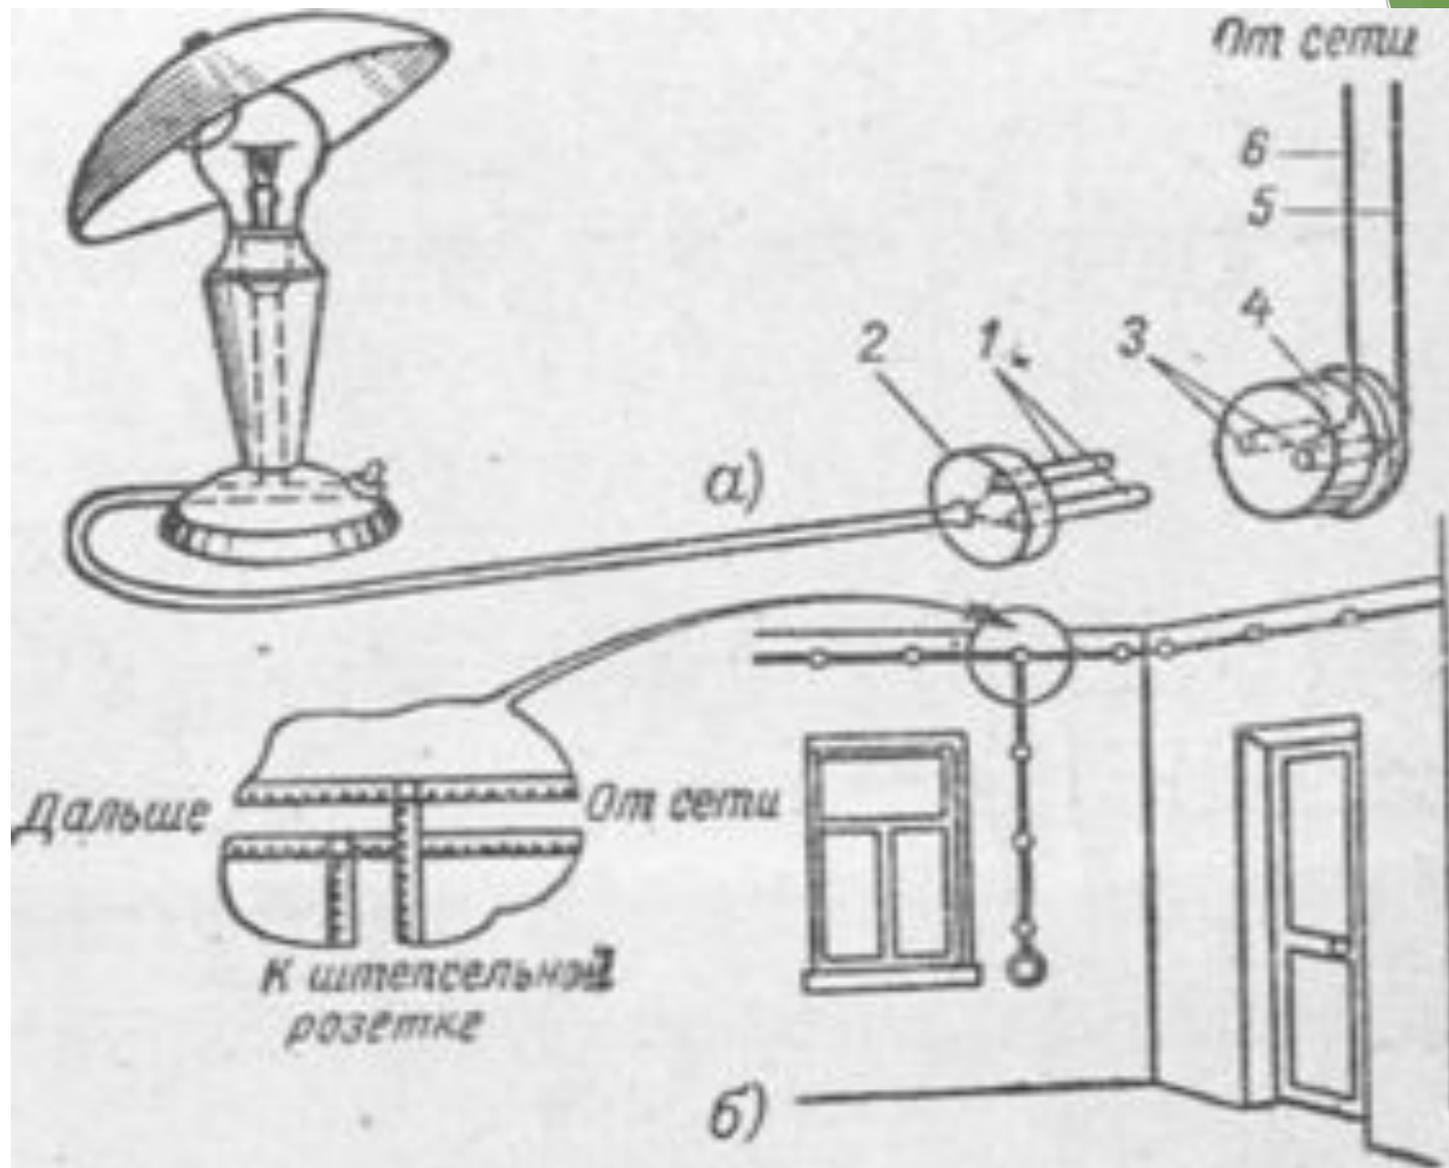

Рис. 2. Штепсельное соединение
- ▶ На рис. 2, д выключатель В введен в провод и делит его на части, которые на рисунке обозначены цифрами 8' и 8'', на рис. е изображена проводка. Ее участок, где провода расходятся на выключатель и лампу, показан в большем масштабе.
- ▶ Выключатель можно ввести в любой участок электрической цепи; его помещают там, где удобно. В настольной лампе на рис. 2, а выключатель находится в ее основании.
- ▶ Штепсельное соединение. Настольные лампы и бытовые приборы присоединяют к сети с помощью штепсельных вилок и штепсельных розеток (рис. 2, а). У вилки к двум металлическим штифтам внутри корпуса из изоляционного материала присоединены провода от лампы (прибора). Другие выступающие из корпуса штепсельной вилки концы штифтов вставляют в гнезда штепсельной розетки. Гнезда утоплены в корпус штепсельной розетки, сделанный из изоляционного материала. Внутри корпуса к гнездам присоединены провода от сети.